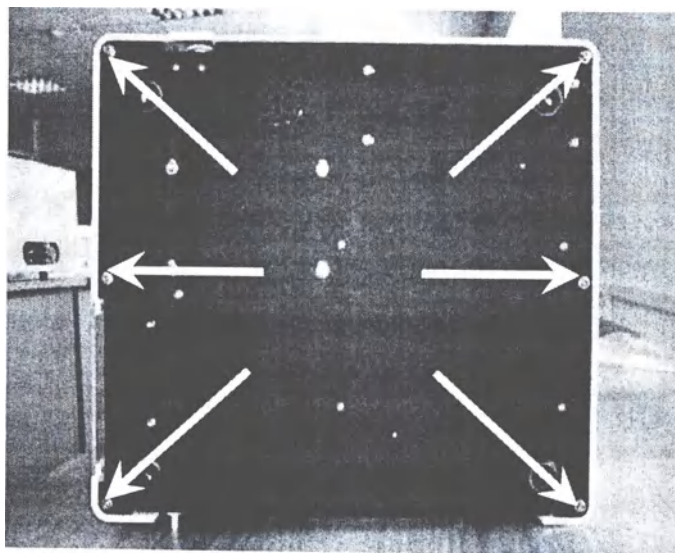

Рис. 2. Вид снизу анализатора БС3000П. Стрелки указывают на 6
6. Открутите 6 винтов на нижней крышке по периметру шестигранным ключом № 3 (рис.2).